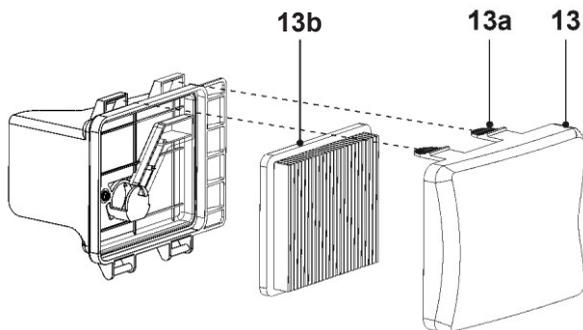

Рис. 29
2. Нажмите на две защёлки (13a), чтобы отсоединить крышку воздушного фильтра (13), а затем снимите крышку воздушного фильтра (13) (рис. 29).
5. Закройте крышку воздушного фильтра (13) и убедитесь, что две защёлки (13a) зафиксированы правильно.